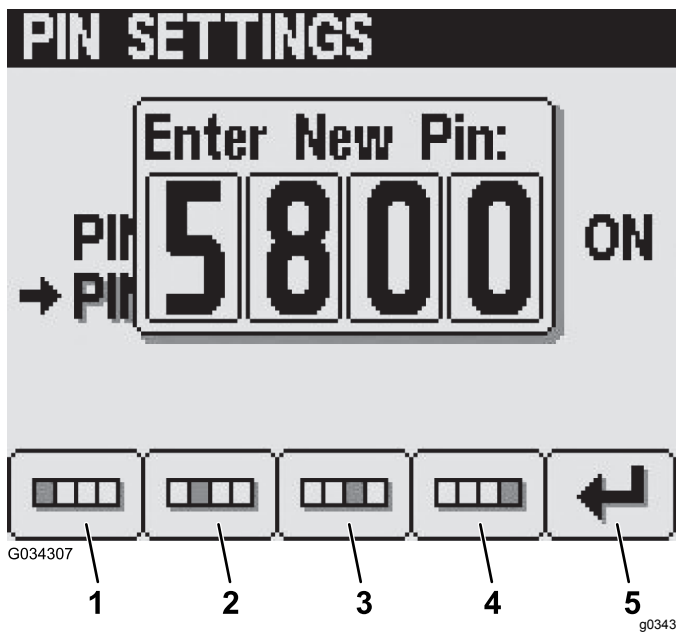

图 29
5. 使用 1 号到 4 号按钮输入您的新 PIN 输入完成后按 5 号按钮 图 29。